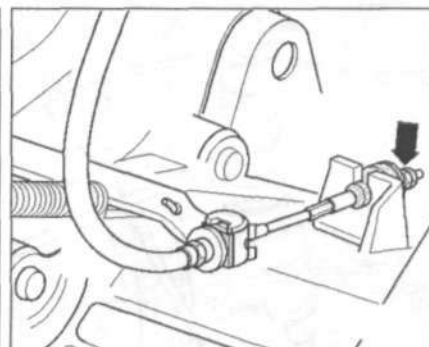

Рис. 8.3. Ослабьте блокировочную гайку и регулировочную гайку (стрелка).
2. Ослабьте блокировочную гайку и регулировочную гайку (стрелка) (рис. 8.3).